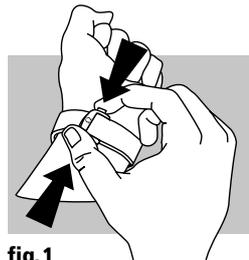

fig.1
**Abertura (fig. 1):** premir os 2 botões nos lados da fivela e puxar para cima.